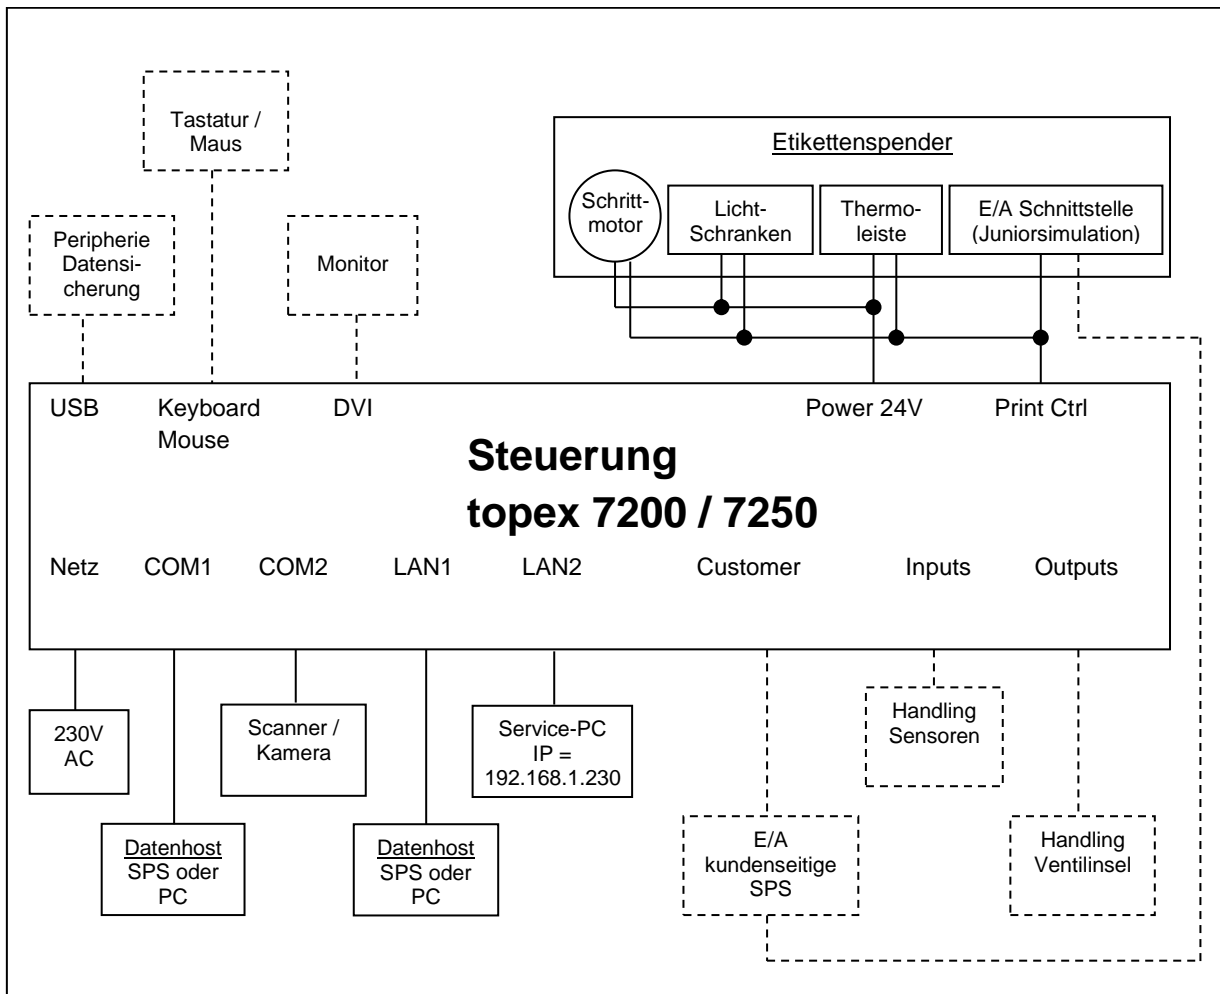

Abbildung 10 Blockschaltbild der Steuerung topex 7200 / 7250
- Montieren Sie die Anschlusskabel siehe Blockschaltbild Abbildung 10.